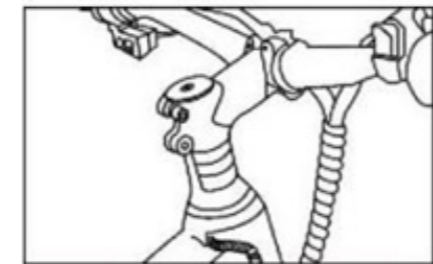

Abb.1
Nun müssen Sie noch den Lenker montieren und anschließend das Lenkkopflager neu justieren. Lösen Sie zunächst die vier Schrauben des Vorbaus (Abb.1).
**NEIGUNG DER LENKERSTANGE EINSTELLEN:** Lösen Sie zunächst die Klemmspindelschrauben der Lenker-Muffe (Abb. 1) mit dem geeigneten Innensechskant-Schlüssel. Stellen Sie den Neigungswinkel der Lenkerstange ein, indem Sie den Lenker mit der Hand nach vorne oder hinten um seine eigene Achse drehen. Ziehen Sie im Anschluss die Klemmspindel-Schrauben wieder fest.